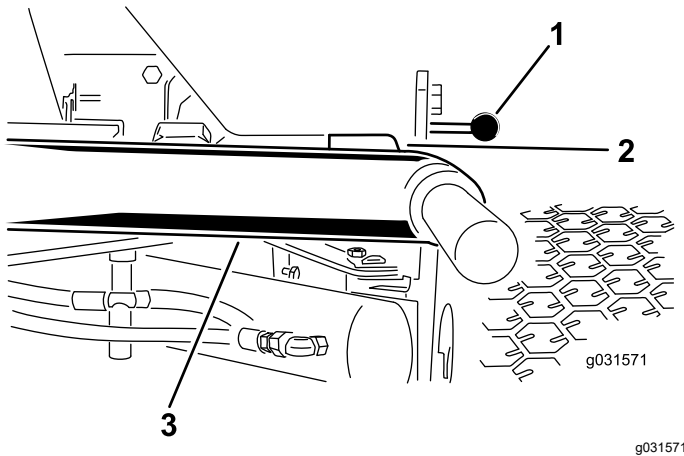

Figura 12
1. Arranque el motor, eleve las unidades de corte y compruebe que la holgura entre cada brazo de elevación y el soporte de la chapa de suelo es de 5 a 8 mm, tal y como se muestra en la Figura 12.